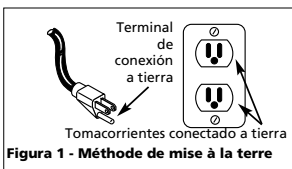

Figura 1 - Méthode de mise à la terre
1. Este producto está diseñado para circuitos nominales de 120 voltios y tiene un enchufe para conexión a tierra similar al de la Figura 1. Cértese de conectarlo a un tomacorrientes cuya configuración sea similar a la del enchufe. Este producto se debe conectar a tierra. En caso de que ocurra un cortocircuito, ésto evitaría el riesgo de choque eléctrico al ofrecerle un cable de desvío a la corriente eléctrica. Este producto tiene un cordón con un alambre y terminal de conexión a tierra. Debe conectarlo a un tomacorrientes que esté instalado adecuadamente según los códigos y ordenanzas locales.